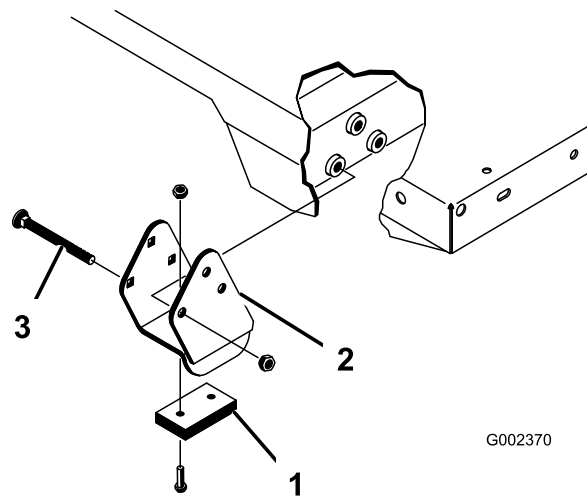

Figura 25
Asigurați-vă că suporturile distanțiere și blocurile de uzură (Figura 25) sunt montate cu uruburile de fixare poziționate în interiorul mainii.
- Aezați cu atenție platforma pe cadrul mainii, aliniind orificiile plăcii pivotante din spatele platformei cu orificiile din canalul cadrului spate și montați cele 2 tifturi cu cap și gaură și cuiul de osie (Figura 25).
- Introduceți tiftul cu cap și gaură din exteriorul platformei cu cuiul de osie orientat spre exterior (Figura 25).